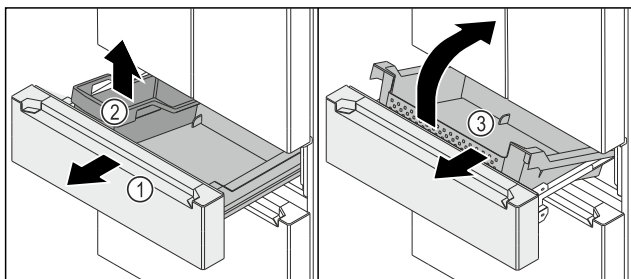

Fig. 150
- ▶ Wózek wysuwany Fig. 150 (1) wysunąć aż do oporu.
- ▶ Wyjąć FlexBox Fig. 150 (2).
- ▶ Pojemnik Fig. 150 (3) podnieść w przód.
- ▶ Pojemnik Fig. 150 (3) wyjąć w przód po skosie.